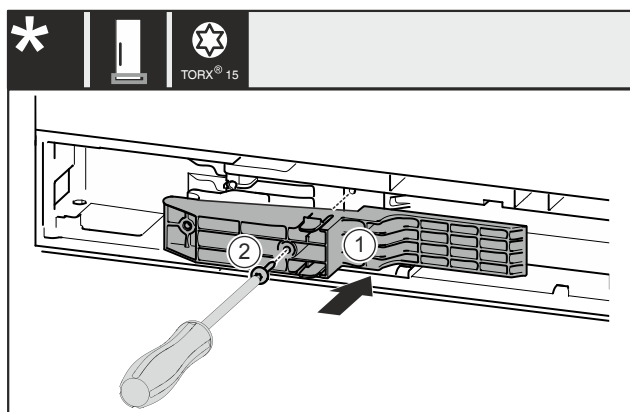

Fig. 48*
- ▶ Umetnite adapterski element Fig. 48 (1) na stranu ručke u izrez.*
- ▶ Odvijačem pritegnite vijak Fig. 48 (2)*